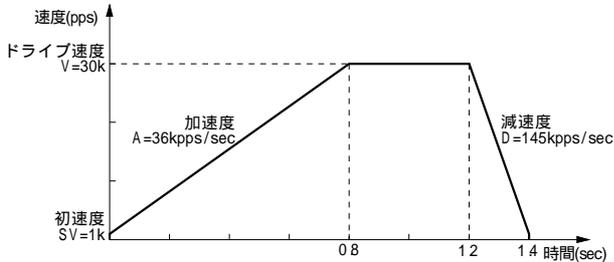
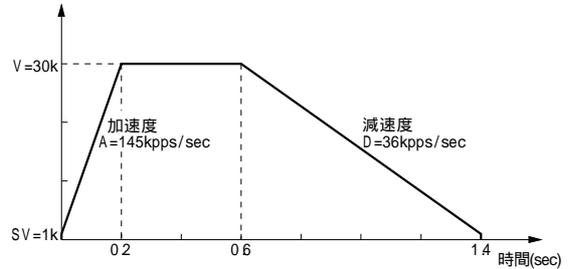

図2.10 非対称直線加減速ドライブ (加速度<減速度)
図2.11 非対称直線加減速ドライブ (加速度>減速度)
本ICは、このように加速度と減速度の異なる非対称直線加減速の定量ドライブにおいても自動減速させることができます。あらかじめ計算によってマニュアル減速点を設定しておく必要はありません。図2.10は、加速度より減速度が大きい例、図2.11は減速度より加速度が大きい例ですが、このような非対称の直線加減速においても、出力パルス数Pと、各速度パラメータ値から減速開始点をIC内部で算出します。
- ・ 加速度 > 減速度 (図2.11) の場合、加速度と減速度の比率に次のような条件があります。また、この場合はドライブ速度を2MPPS以下で使用してください。
- ・ 加速度 > 減速度 (図2.11) の場合、加速度 A と減速度 D の比率が大きくなればなるほど引きずりパルスが多くなります (A / D = 10 倍で最大 10 パルス程度)。引きずりパルスが問題になる場合には、①初速度を上げる、②加速カウンタオフセットにマイナス値をセットする、等で対処します。